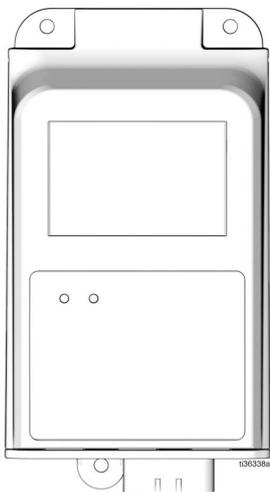

Рис. 4 Предварительно просверленные отверстия
2. Совместите распределительную коробку с предварительно просверленными отверстиями (Рис. 4). Закрепите распределительную коробку на монтажной поверхности с помощью трех винтов (не входят в комплект поставки).